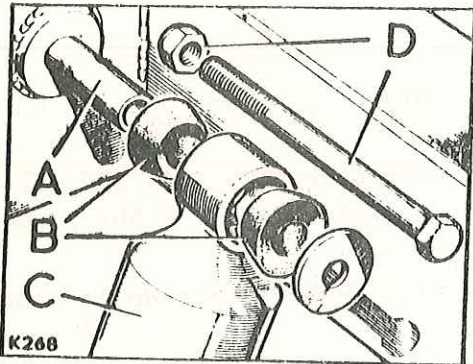

Fig. F-47 Fijación de la parte superior del amortiguador
- 1.5. Aflojar los elementos de fijación, D (Fig. F-47) y soltar los extremos superiores de los amortiguadores, C.
- 2.4. Fijar el extremo superior de los amortiguadores (Fig. F-47).